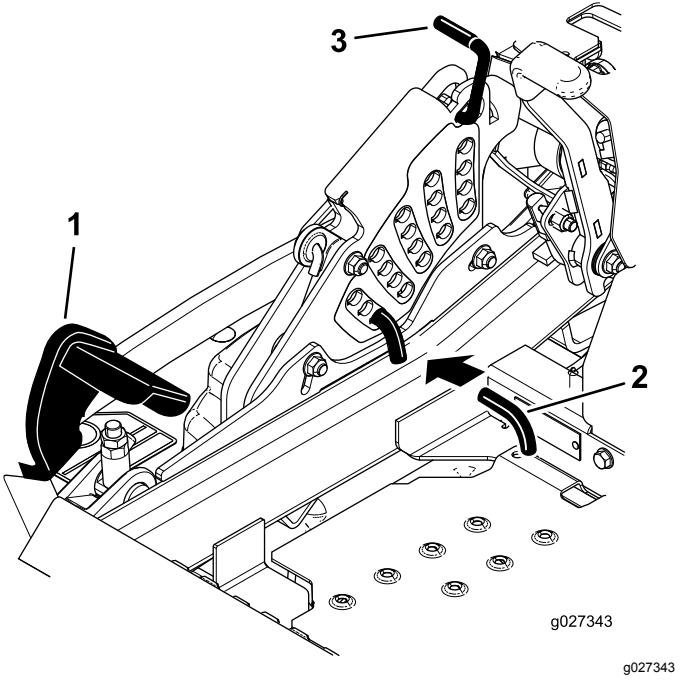

Figura 26
- Pise el pedal de elevación de la carcasa y eleve la carcasa a la posición de transporte (que es también la posición de altura de corte de 140 mm [5½"]) como se muestra en Figura 26.
- Para ajustar la altura de corte, gire el pasador 90 grados y retire el pasador del soporte de altura de corte (Figura 26).
- Seleccione el taladro del soporte de altura de corte que corresponde a la altura de corte deseada, e inserte el pasador (Figura 26).